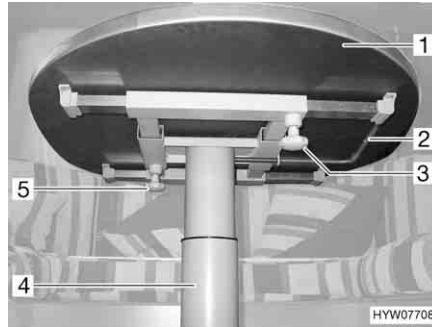

Bild 97 Hubtisch
- Die Rändelschraube (Bild 97,5) lösen.
- Die Tischplatte (Bild 97,1) in die gewünschte Position verschieben.
- Die Rändelschraube (Bild 97,3) lösen.
- Den Hebel (Bild 97,2) unterhalb der Tischplatte (Bild 97,1) um 180° nach links schwenken. Der Hubmechanismus im Tischfuß (Bild 97,4) wird entriegelt.
- Den Hebel (Bild 97,2) unterhalb der Tischplatte (Bild 97,1) um 180° nach links schwenken. Die Tischplatte fährt selbsttätig bis zum Endanschlag nach oben.